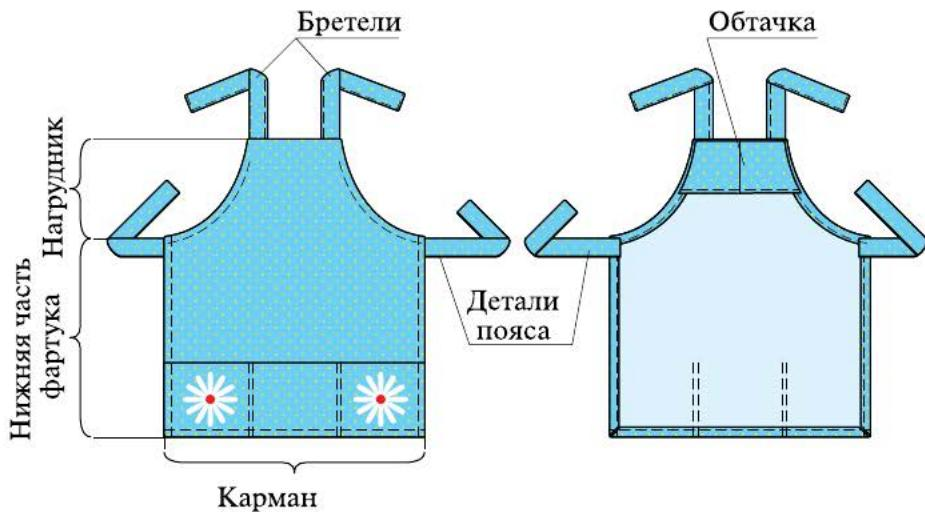

Рис. 6.38. Фартук цельнокроенный
2. Зарисуйте в тетради (альбоме) эскиз модели фартука (рис. 6.38). Выполните описание своей модели (см. пример).
Описание модели фартука. Фартук цельнокроенный из хлопчатобумажной ткани (см. рис. 6.38), состоящий из основной детали, обтачки, кармана, бретелей и пояса. Художественное оформление фартука тесьмой, вышивкой или аппликацией.